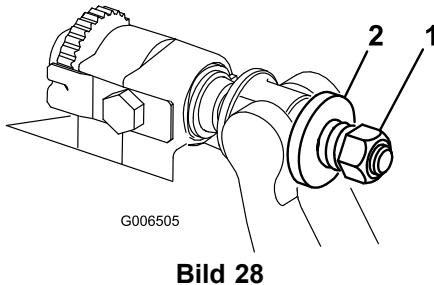

Bild 28
- Ziehen Sie die Federspannungsmutter an, bis die Feder zusammengedrückt ist, drehen Sie sie dann eine 1/2 Umdrehung heraus (Bild 28).